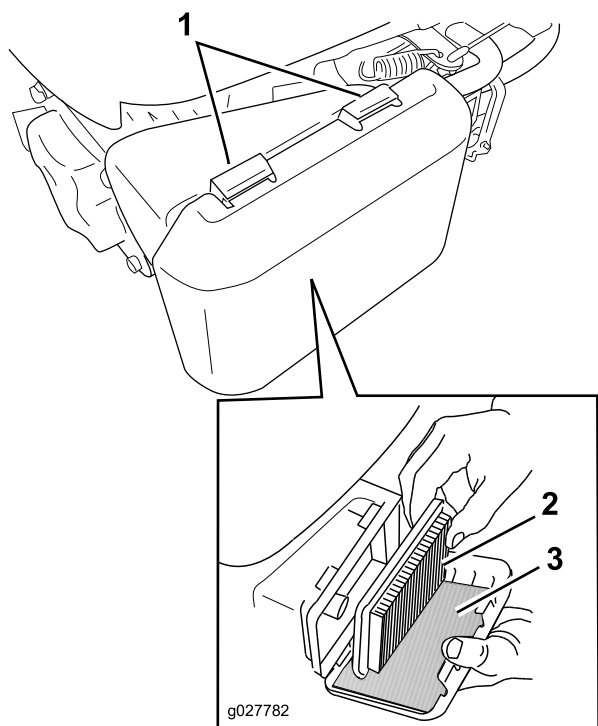

Figura 22
1. Presione hacia abajo los cierres de la parte superior de la tapa del limpiador de aire (Figura 22).
3. Retire el filtro de aire de papel y el pre-filtro de gomaespuma (Figura 22).